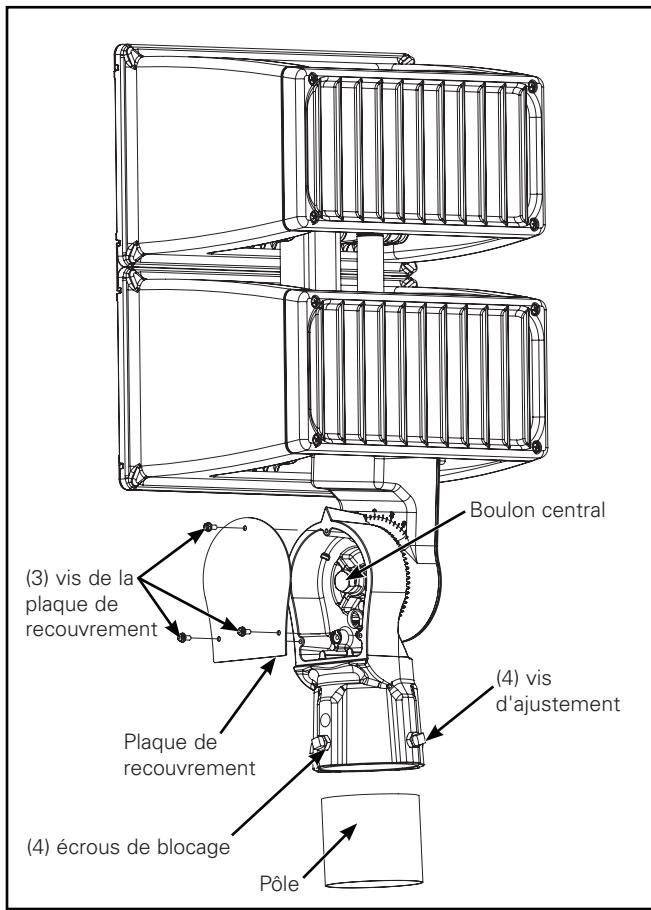

Figure 2
Montage sur splitfitter (Figure 2).
2. Retirez (3) vis de plaque de recouvrement et la plaque de recouvrement avec un tournevis cruciforme n° 2. (Figure 2).
6. Desserrez (4) vis d'ajustement et faites glisser le splitfitter à l'intérieur du pôle ou du support de montage.
7. Fixez le luminaire dans la position souhaitée et serrez (4) vis d'ajustement à un couple de 13,6 Nm (10 pi-lb). (Figure 2.)
8. Serrez les écrous de blocage à 20,3 Nm (15 pi-lb). (Figure 2.)